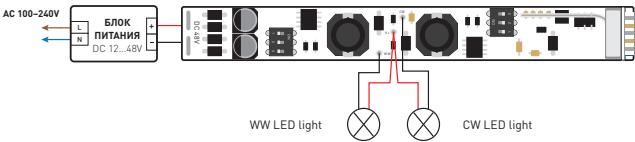

Рис. 1. Схема подключения диммера SMART для управления MIX-нагрузкой
3.3. Подключите диммер согласно схеме на рис. 1.